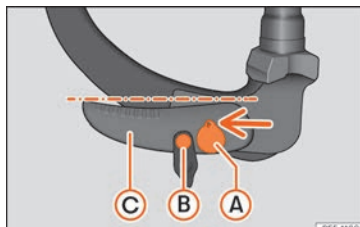

Fig. 173 Position de réserve : vérification de la position.
- La clé » fig. 173 (A) se trouve en position de déverrouillage (la partie trouée de la clé est visible vers le haut).
- Il est possible de déplacer la broche de déverrouillage » fig. 173 (B).
- Le levier » fig. 173 (C) se trouve en position inférieure.